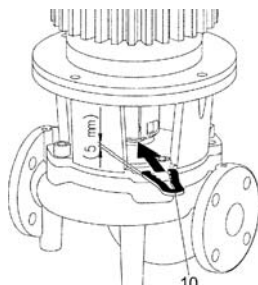

Fig. 18: Vahehark paigaldustööde jaoks
Kõikide paigaldamistöde korral (pumbatüüp A/B) läheb kindlasti tarvis vaheharki (Fig. 18, pos. 10), et tagada töörratta õige asend pumba korpuses.